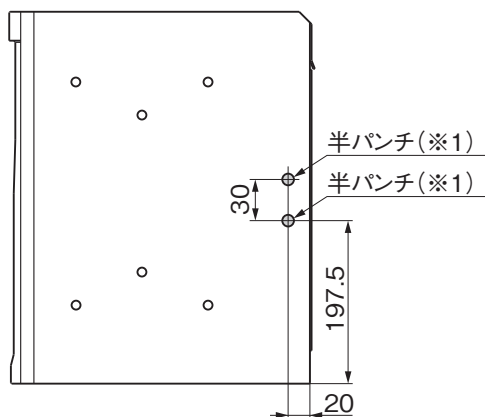

図3-1 ポスト孔あけ位置
- ① 図3-1を参照して、2ヶ所の半パンチ位置(※1)にプラスドライバーをあててください。
- ② プラスドライバーをハンマーでたたいて、孔をあけてください。